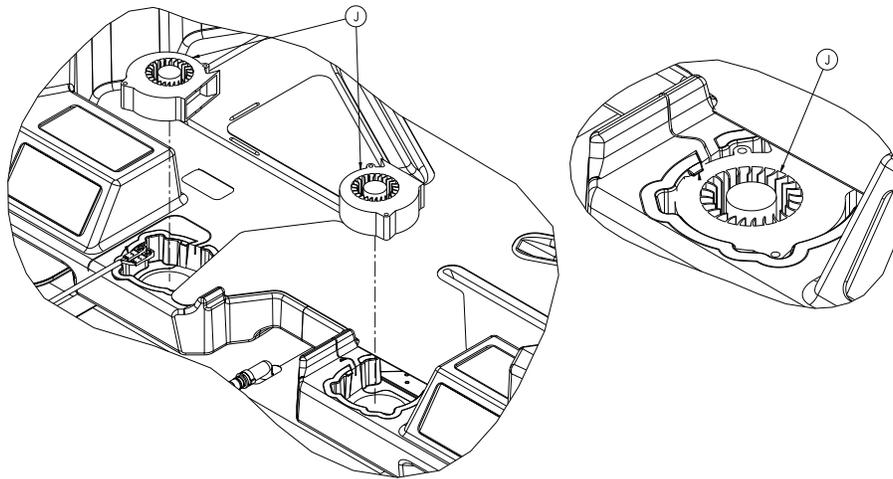

Figure 21 – Ventilateur FPA
14. Retirer le ventilateur FPA de son compartiment. Jeter le ventilateur FPA (J) (Figure 21).